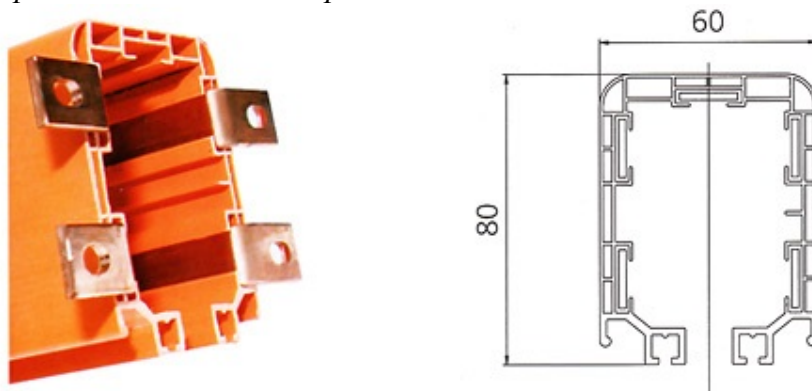

Рисунок 3 – Общй вид профиля с предустановленной медной полосой.
3.2. Характеристика профиля с предустановленной медной полосой (см. рис.3):